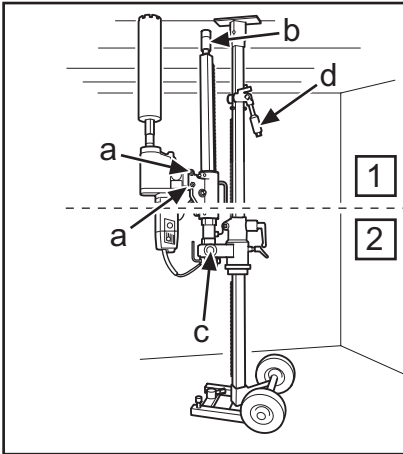

Fig.16
3. Montera bormaskinen i snabbfästet, skruva åt låsskruvarna (a) (Fig.16) med 24 mm nyckel.
4. Kontrollera att stämpskruven (b) i borpelaren är i inskruvat läge. Fäll upp och lås borpelaren med mutter 30 mm (c) (Fig. 16).
3. Monter boremaskinen i lynkoblingen, og spænd låseskruerne (a) (Fig. 16) med en 24-mm-nøgle.
4. Kontrollér, at stempelskruen (b) i boresøjlen er skruet ind. Fæld boresøjlen op, og lås den med 30-mm-møtrikken (c) (Fig. 16).
3. Monter bormaskinen i hurtigfestet, skru til låseskruene (a) (Fig. 16) med 24 mm nøkkel.
4. Kontroller at søyleskruen (b) i borsøylen er skrudd inn. Fe opp og lås borsøylen med mutter 30 mm (c) (Fig. 16).
6. Skruva in stämpskruven mot taket för att fixera borrhjulet, säkra med låsmutter 30 mm (b) (Fig.16). Använd en träregel som mellanlägg.
6. Skru stempelskruen mod taget for at fikser boresøjlen, og sørg for at sikre den med 30-mm-låsemøtrikken (b) (Fig.16). Brug et stykke træ som mellemlæg.
6. Skru inn søyleskruen mot taket for å fikser borsøylen, sikre med låsemutter 30 mm (b) (Fig.16). Bruk en treplanke som mellomlegg.